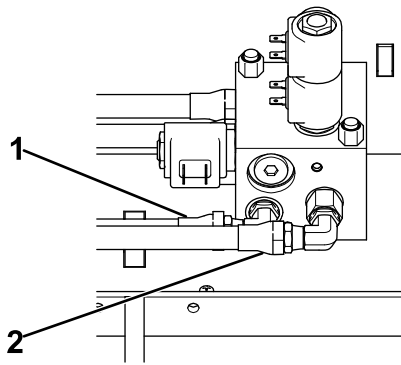

Bild 9
1. Schließen Sie den kurzen Hydraulikschlauch an den Anschluss C1 am Hydraulikverteiler an (Bild 9).
2. Schließen Sie den langen Hydraulikschlauch an den C2-Anschluss am Hydraulikverteiler an (Bild 9).